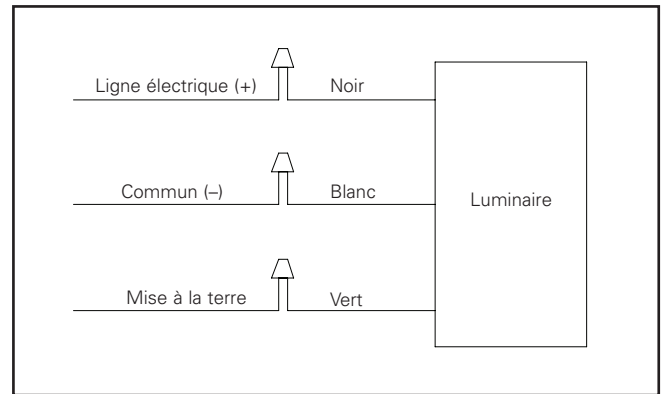
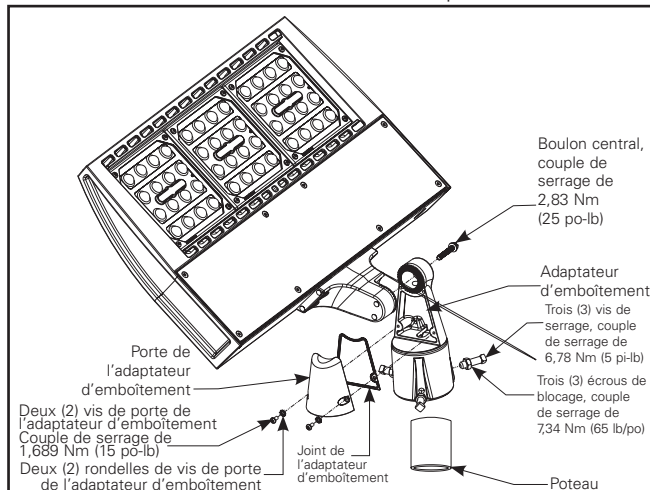
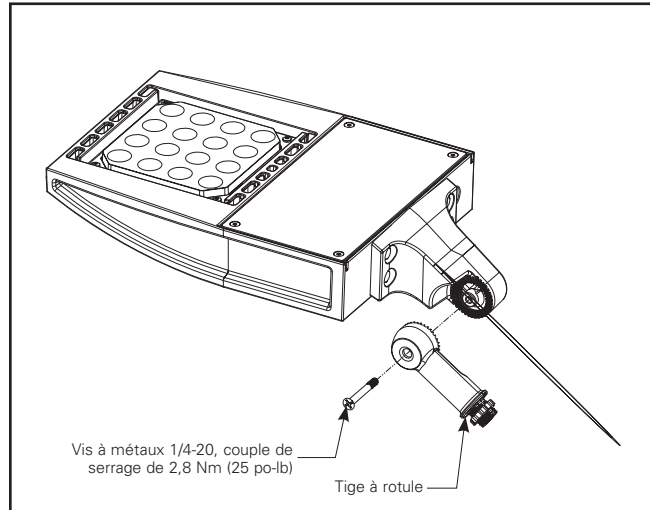

Figure 3.
Figure 6.
Figure 10.
7. Effectuez la connexion électrique comme indiqué dans le schéma de câblage. (Figure 3).
4. Consultez les schémas de câblage pour effectuer les raccords (figure 3).
1. Retirez les deux (2) vis du couvercle de l'adaptateur d'emboîtement coulissant pour accéder au compartiment d'épissure (figure 6). Conservez la quincaillerie.
2. Desserrez les trois (3) vis de serrage et faites glisser l'adaptateur d'emboîtement sur le poteau ou le support de fixation. Assurez-vous que les fils entrants sont passés à travers le bras de l'adaptateur d'emboîtement.
3. Positionnez le luminaire selon la direction désirée, puis serrez les trois (3) vis de serrage à un couple de 6,78 Nm (60 po-lb).
4. Serrez les trois (3) contre-écrous à un couple de 1,69 Nm (65 po-lb).
5. Si nécessaire pour faciliter l'orientation du luminaire, les quatre (4) vis d'assemblage qui retiennent le luminaire aux bras peuvent être retirées et l'orientation du luminaire peut être inversée. Assurez-vous que les quatre (4) vis d'assemblage sont remises en place et serrées à un couple de 27,11 Nm (20 pi-lb) pour les luminaires carrés comportant un élément d'éclairage et à 40,67 Nm (30 pi-lb) pour les luminaires carrés comportant deux à six éléments d'éclairage. Il faut procéder ainsi, s'il y a lieu, avant de raccorder les fils.
6. Effectuez les connexions de fils conformément au schéma de câblage (figure 3). Placez les connexions dans le compartiment d'épissure.
7. Remplacez le couvercle de l'adaptateur d'emboîtement sur le compartiment d'épissure et serrez les deux (2) vis du couvercle à 1,69 Nm (15 po-lb).
1. Desserrez les cinq (5) vis à tête cruciforme (figure 10) situées sur le bras monté à l'arrière du luminaire et mettez soigneusement de côté la plaque de recouvrement et les vis.
5. Faites glisser la rondelle de blocage et la rondelle plate sur les deux (2) boulons de 1,27 cm (1/2 po-13) et installez les boulons depuis l'intérieur du bras latéral du poteau à travers l'adaptateur de poteau rond optionnel et dans les trous du poteau dans la plaque d'écrou (figure 10).
6. Serrez les deux (2) boulons de 1,27 cm (1/2 po-13) à un couple de 54,23 Nm (40 pi-lb), tout en vous assurant que le bras latéral du poteau est de niveau avec ce dernier.
8. Si nécessaire pour faciliter l'orientation du luminaire, les quatre (4) vis d'assemblage qui retiennent le luminaire aux bras peuvent être retirées et l'orientation du luminaire peut être inversée. Assurez-vous que les (4) vis d'assemblage sont replacées et serrées après. Il faut procéder ainsi, s'il y a lieu, avant de raccorder les fils.
9. Raccordez les fils d'alimentation aux fils appropriés du luminaire (figure 3).
10. Pour modifier l'angle d'inclinaison, desserrez les deux (2) boulons de réglage, tournez le luminaire à l'angle désiré, puis serrez les deux (2) boulons de réglage à un couple de 27,12 Nm (20 pi-lb).
11. Réinstallez la plaque de recouvrement avec le joint sur le bras latéral du poteau avec les cinq (5) vis à tête cruciforme n° 8-32.
4. Effectuez les connexions de fils conformément au schéma de câblage. (Figure 3)